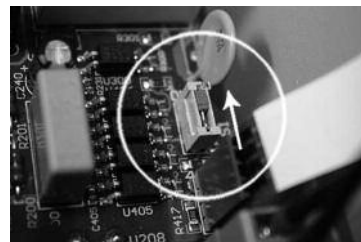

Figure 1
- Coupez la tension d'alimentation à l'aide de l'interrupteur principal (6) ou tirez la prise d'alimentation de la prise murale
- Glissez le commutateur DIP vers le haut, si en bas et à nouveau vers le haut si déjà en haut (voir figure 1)